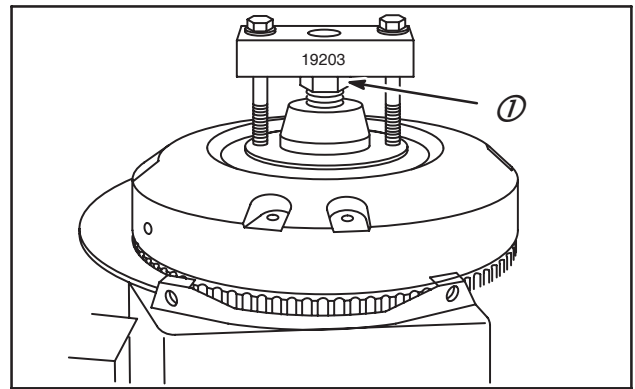

Fig. 10
5. Laisser l'écrou de volant (1) pour protéger le filetage du vilebrequin et l'utiliser comme appui pour l'extracteur, Fig. 10.